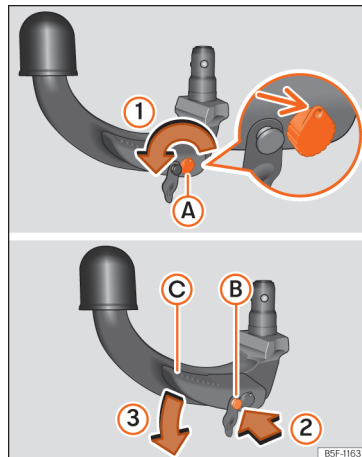

Fig. 172 Posição de reserva do gancho de reboque
- Insira e rode a chave no sentido da seta » **Fig. 172** (1) até que o orifício da chave fique acima (seta).
- Pressione o perno de desbloqueio » **Fig. 172** (B) no sentido da seta (2) e, ao mesmo tempo, pressione a alavanca (C) no sentido da seta (3) até ao limite.